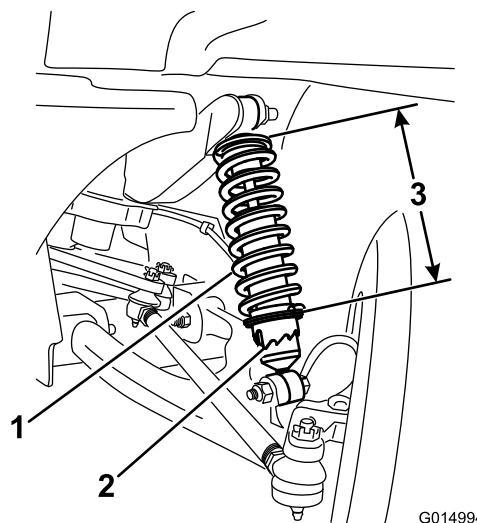

Figura 33
3. Utilizando a ferramenta TORO6010, rode o anel do amortecedor para alterar o comprimento da mola (Figura 33).